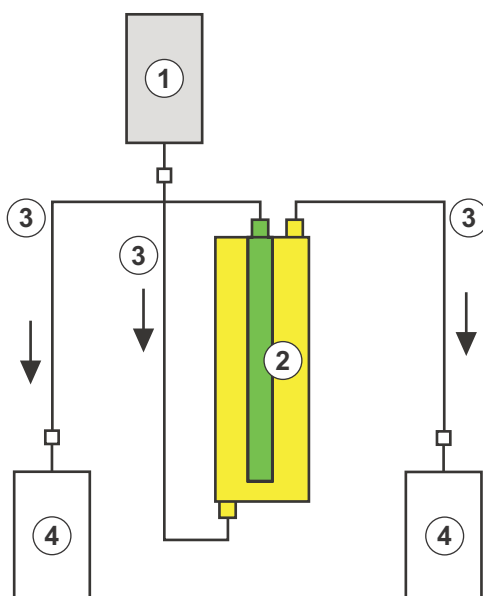

Fig. 9-9 Predisposizione per il lavaggio del filtro precipitato
Materiali: Vedere riferimenti a Fig. 9-9
2. Collegare le restanti linee di raccordo e le sacche di raccolta come indicato in Fig. 9-9 con l'apertura superiore del filtro sul lato precipitato e sul lato filtrato. Clampare la linea sul lato filtrato.